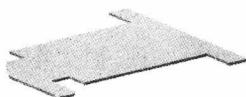
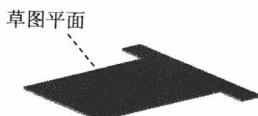

图 1.5 薄片 1
图 1.6 草图平面
Step3. 创建图 1.5 所示的钣金特征——薄片 1。
(1) 选择命令。选择下拉菜单  插入(I) →  钣金(B) →  基体法兰(A)... 命令 (或单击“钣金”工具栏上的“基体法兰/薄片”按钮 )。
(2) 定义特征的横断面草图。
① 定义草图平面。选取图 1.6 所示的模型表面作为草图平面。